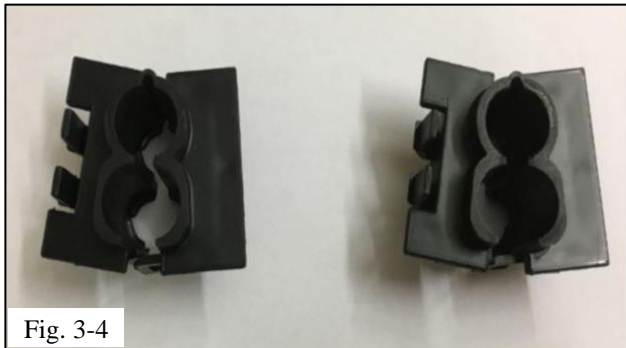

Fig. 3-4
- (d) Locate the two new wire protector bezels inside the kit (Fig. 3-4).